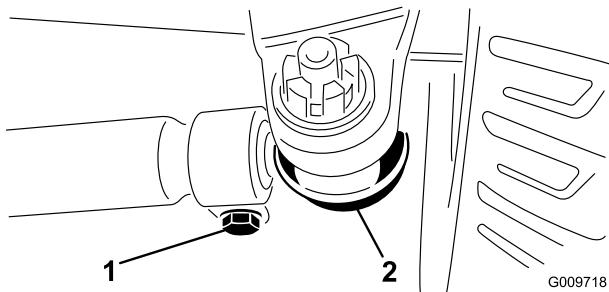

図 71
2. 調整が必要な場合は、タイロッドのボールジョイントのコッターピンとナットを外す。次に、タイロッドのボールジョイントをアクスルケースのサポート 図 71 から外す。
3. タイロッド両側のクランプをゆるめる 図 71。